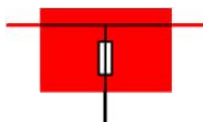

Bild 8.16 – Beispiel für eine Abzweigsicherung in einer „E30-Dose“
- Die Abzweigsicherungen in den „E30-Dosen“ dienen nicht dem Leitungsschutz, sondern lediglich dem Kurzschlusschutz in einem Brandfall. Sie müssen daher selektiv zur Stromkreissicherung des Endstromkreises im Haupt- bzw. Unterverteiler sein. Die Sicherungen müssen in der „E30-Dose“ und im Abgang der elektrischen Kabel- und Leitungsanlage ohne Funktionserhalt montiert werden (Beispiel siehe Bild 8.16).